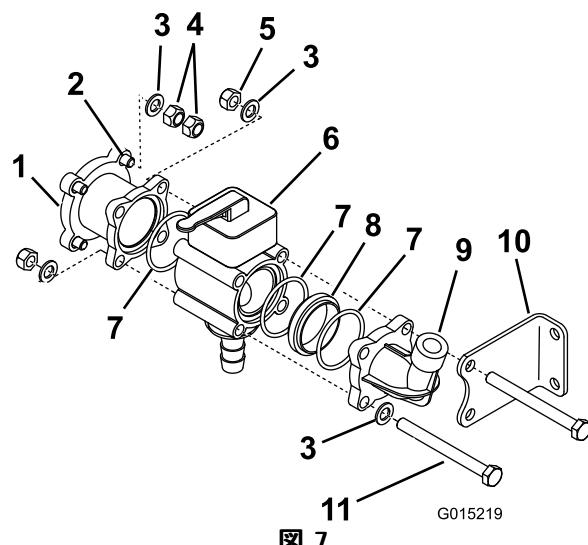

図 7
9. 各ねじ山付きロッドの左端にロックナットを取り付けるが、このとき、左側取り付けブラケットに通さないねじ山付きロッドには、ワッシャを通す(図 7)。
10. 付属部品の袋に入っている縮径アダプタを、ねじ山付きロッドに取り付ける(図 7)。
(図 7)。
13. 付属部品に入っている手動バルブ、0 リング、アダプタと、先ほど取り外したエルボ・キヤップで、手動バルブ・マニホールド・アセンブリを組み立てる (図 7)。
14. 先ほど組み立てた手動バルブ・マニホールドの2つの穴 (取り付けブラケットと反対側) にワッシャとボルトを入れてマニホールドを一体にまとめる (図 7)。
15. Install the manual ボルト2本とワッシャ2枚とを使って、手動バルブ・マニホールド・アセンブリを取り付け、さらに各ロッドの反対側の端部にワッシャ 1 枚とロックナット 1 個を仮止めする (図 7)。